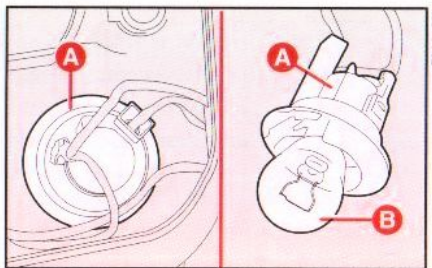

Abb. 22
- 2) Die Lampenfassung **A**, **Abb. 22** drehen und herausnehmen.